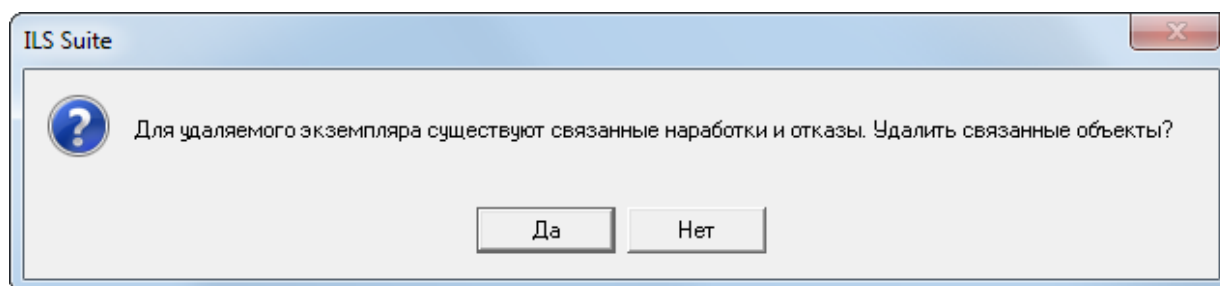

Рис. 20-25 – Проверка на наличие связи с наработкой и неисправностями
4) Если удаляемый экземпляр ПКИ связан с наработкой и/или неисправностями, выводится диалоговое окно (рис. 20-25).